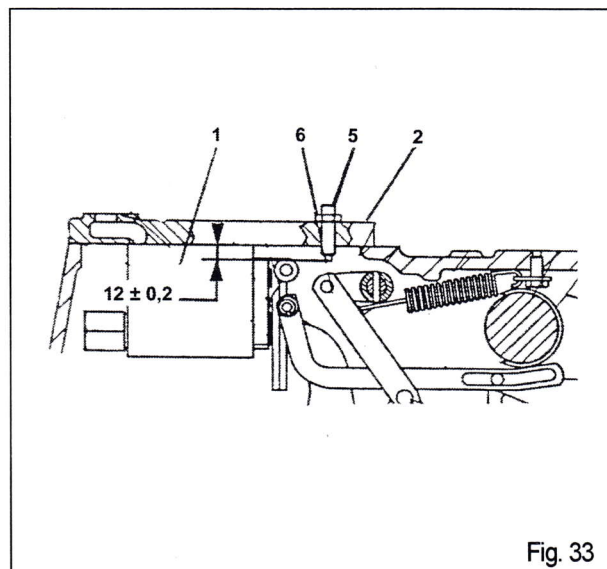

Fig. 33
- Løsn møtrikken (**6**) (Fig. 33).
- Indstil boltene (**5**) til en afstand på $12 \text{ mm} \pm 0,2$ (Fig. 33).